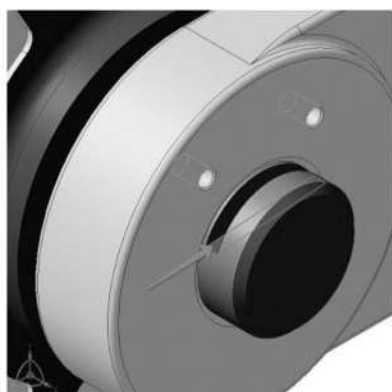

Рисунок 3.36. Выбор грани детали «Ось» для сопряжения «Параллельность»
2.4.10 Нажмите кнопку **Параллельность** . Укажите грань на дне паза (рисунок 3.36).